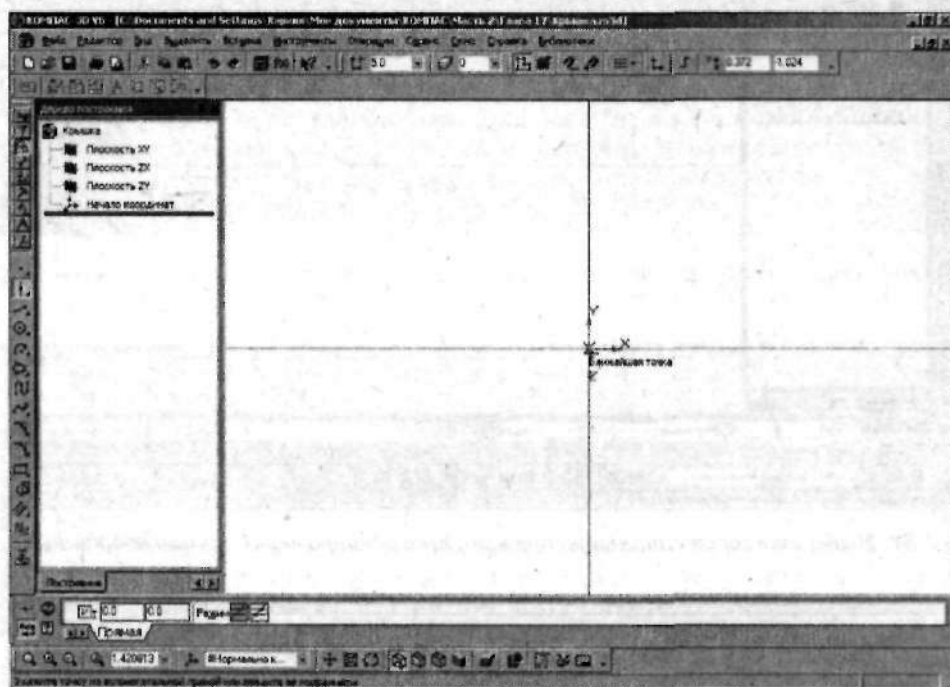

Рис. 2.51. Постройте вертикальную и горизонтальную вспомогательные прямые, проходящие через начало координат
5. Постройте вертикальную и горизонтальную вспомогательные прямые, проходящие через начало координат, для чего щелкните по кнопке соответствующих инструментов, а затем щелкните в рабочей области вблизи начала координат (вы увидите, как сработает привязка к началу координат — курсор примет вид крестика), или на Панели свойств в поле **t** введите координаты 0, 0 (рис. 2.51).